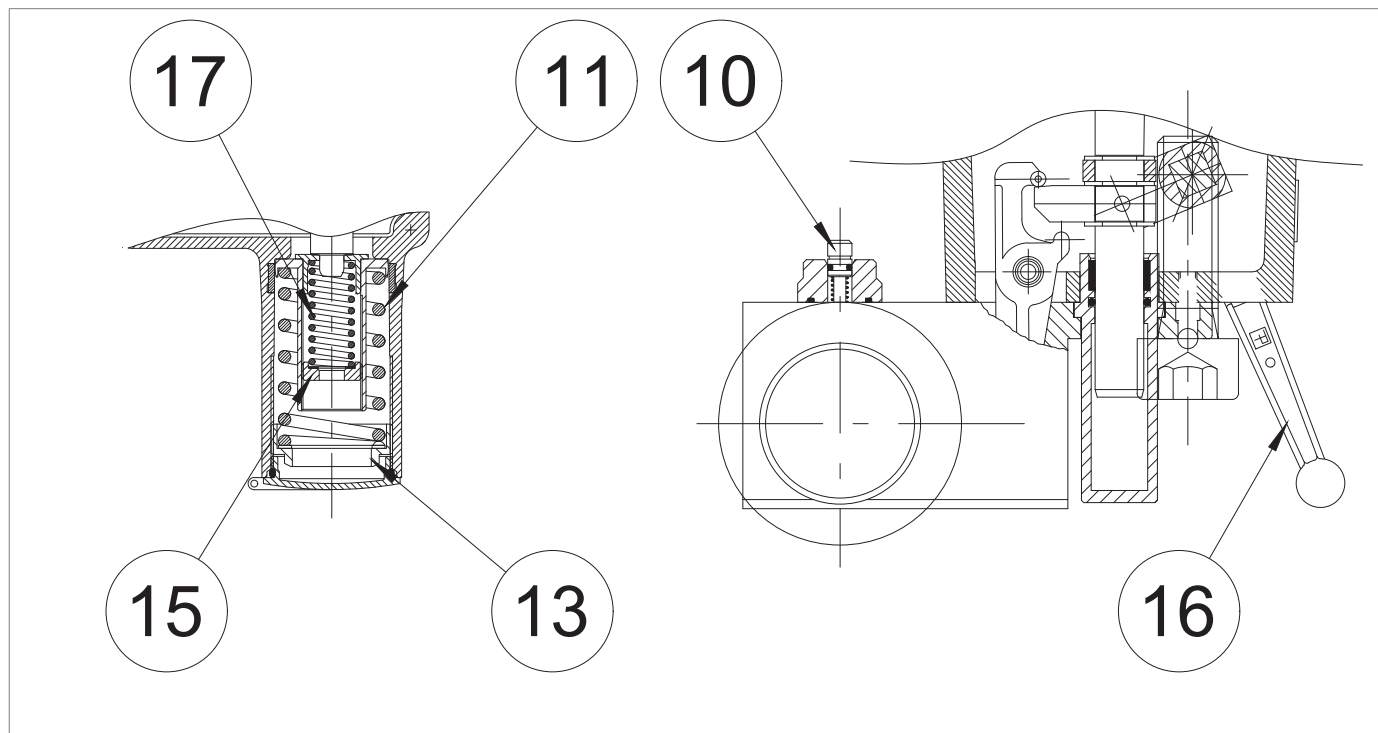

Fig. 8.34. Calibración de los presostatos Modelos 102M/102MH ÷ 105M/105MH
2	<p>Compruebe que la válvula de bloqueo (9) esté en posición cerrada.</p> <div style="border: 1px solid blue; padding: 5px;"> <p> ¡ATENCIÓN!  Si la válvula de bloqueo (9) está en posición abierta, ciérrela mediante el botón manual (Fig. 8.34, ref.10).</p> </div>